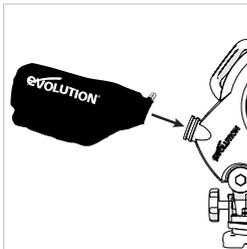

Abb. 29
- Schieben Sie den Staubbeutel über den Absaugstutzen und vergewissern Sie sich dabei, dass die Federklammer am Stutzen greift und den Staubbeutel sicher am Platz hält. **(Abb. 29)**